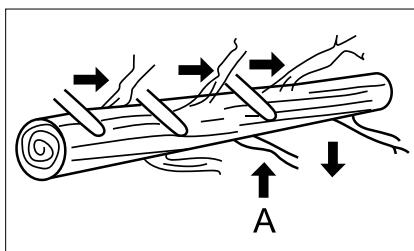

Fig. 18
La poda de ramas se realiza a partir de un árbol talado. No cortar las ramas que sostienen el tronco y evitar que ruede (A) hasta haber cortado el tronco (fig. 18).